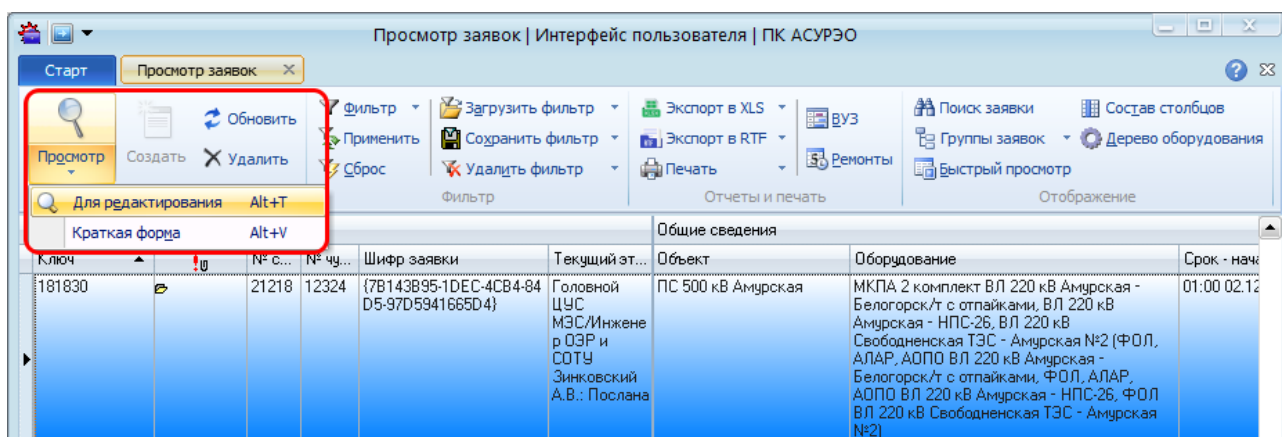
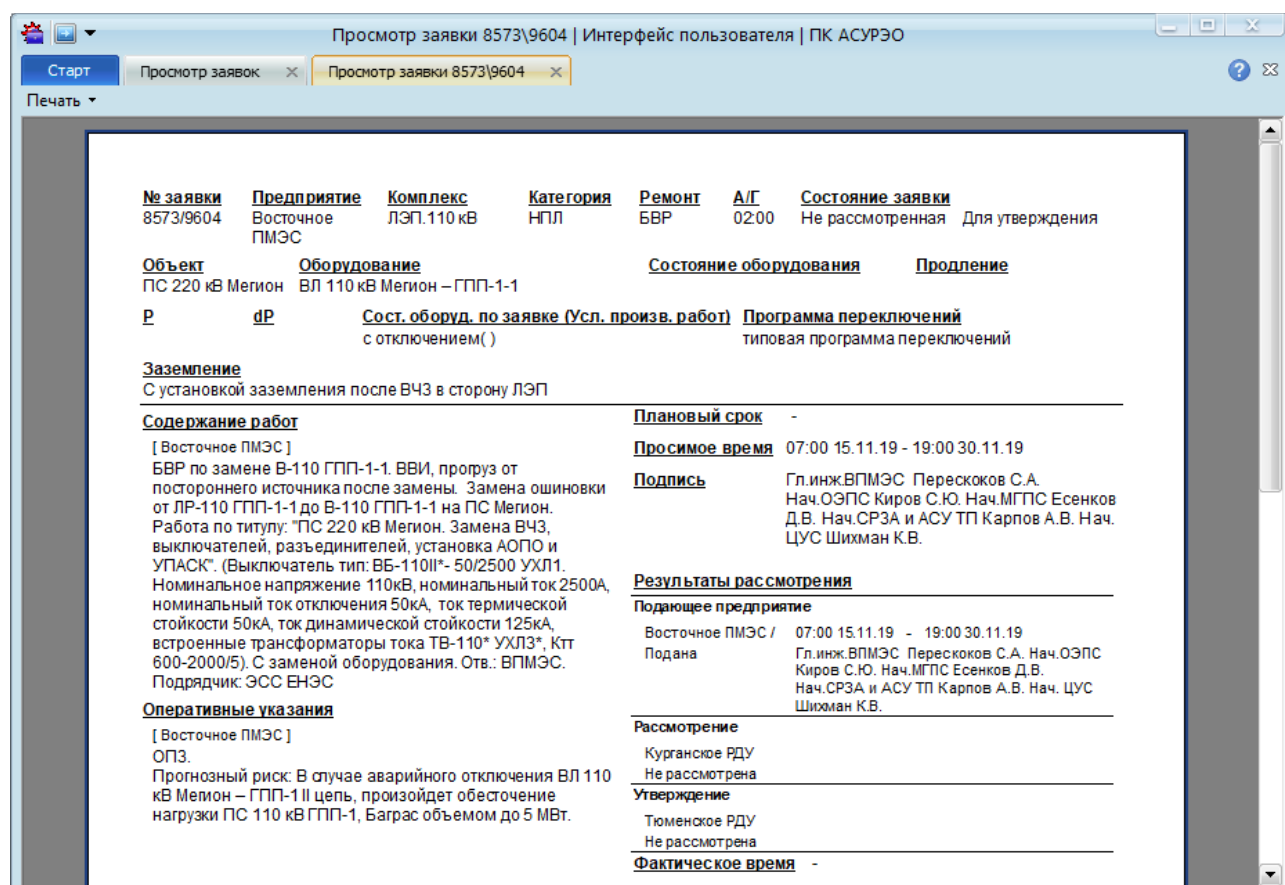

Рисунок 11.1 – Открытие ФОЗ
Рисунок 11.3 – Просмотр краткой информации о заявке
- выбрать заявку в списке заявок и нажать на кнопку « Просмотр» на панели инструментов списка заявок (Рисунок 11.1);
Существует возможность просмотра краткой информации о заявке в виде отчетной формы. Для этого необходимо выделить заявку в списке заявок и выбрать пункт «Краткая форма» из раскрывающегося списка по нажатию кнопки « Просмотр» на панели инструментов (Рисунок 11.1). Форма краткой информации о заявке открывается на отдельной вкладке с названием «Просмотр заявки №» (Рисунок 11.3).
В режиме просмотра заявки редактирование полей не доступно, но в буфер обмена можно скопировать полный текст примечания по заявке (предприятие-автор и текст самого примечания). Для этого необходимо вызвать контекстное меню правой кнопкой мыши, при наведении на нужный тип примечания, и выбрать пункт «Копировать» (Рисунок 11.3). Скопированный текст можно вставить в любой текстовый редактор или в открытую для редактирования заявку (на ФОЗ).
Существует возможность просмотра полной информации о заявке на ФОЗ. Для этого необходимо выделить заявку в списке заявок и выбрать пункт «Для редактирования» из раскрывающегося списка по нажатию кнопки « Просмотр» на панели инструментов списка заявок (Рисунок 11.1). ФОЗ открывается на отдельной вкладке с названием «Заявка №» (Рисунок 11.5).